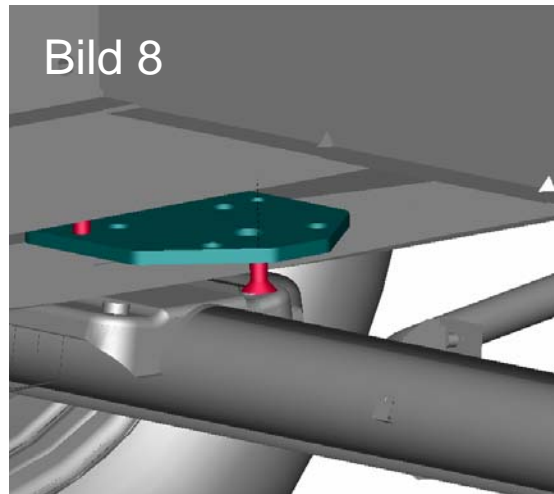

Bild 8
- 3.2 Setzen Sie nun die obere Platte an die vorgesehene Position und verschrauben Sie mit Hilfe der Senkkopfschrauben am Fahrzeug (**Bild 8**).